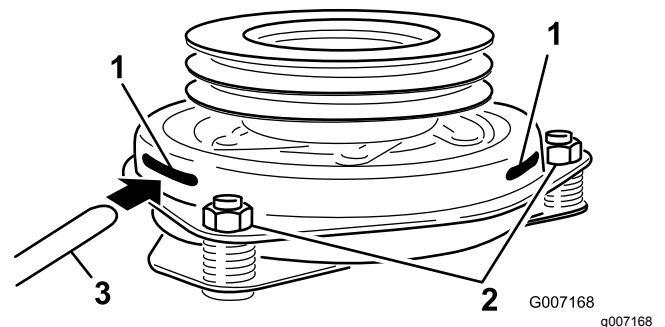

Bild 83
9. Stecken Sie eine Fühlerlehre 0.381 mm bis 0.533 mm durch einen Prüfschlitz in die Seite der Baugruppe (**Bild 83**).
10. Ziehen Sie die Sicherungsmuttern an, bis die Fühlerlehre etwas fest sitzt, jedoch leicht bewegt werden kann (**Bild 83**).